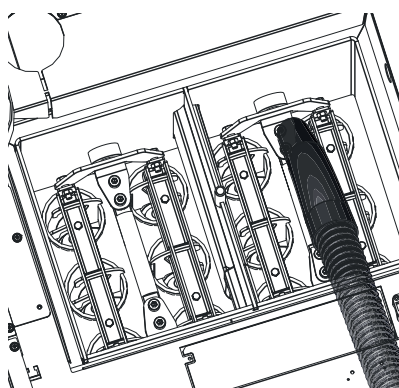

Fig. 52 Aspirer les cendres
- ▶ Aspirer les cendres des surfaces d'échange – Fig. 52.